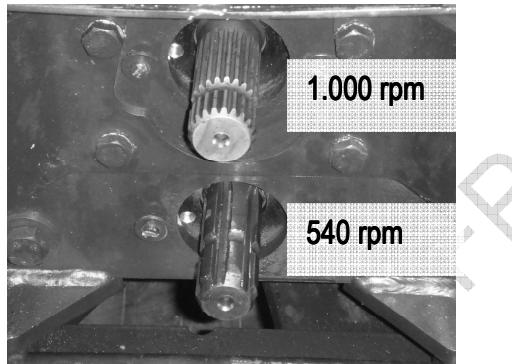

Figura 15 – Seção do eixo da TDP de 1.000 rpm (A) e 540 rpm (B).
1.000 rpm. Para que não se corra o risco de acoplar um implemento que deve ser acionado a 540 rpm numa TDP de 1.000 rpm, os eixos têm diâmetros e números de estriadas diferentes (Figura 15).